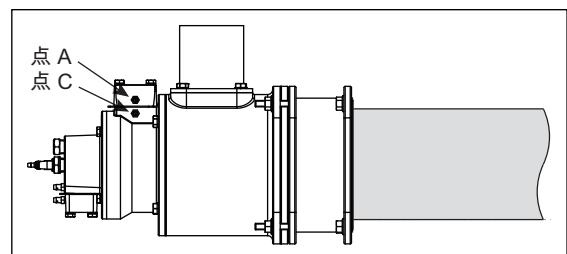

图 4.2. 空气测压孔
- a. 调节区域空气手动蝶阀以在第一个燃烧器的测压孔 A 和 C 之间达到目标空气压差（见图 4.2）。